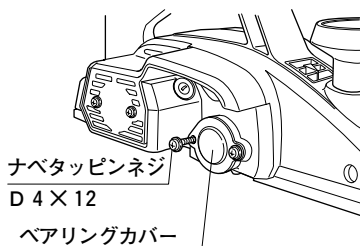

図 37
- (1) 図 37 に示す左側のナベタッピンネジ D 4 × 12 の 1 本だけを取りはずします。(図 37)